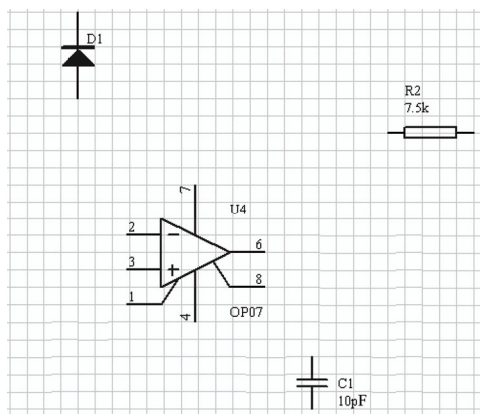

图 2-58 水平平铺的元器件
4) 选择“Distribute Horizontally”命令后, 4 个元器件的对齐结果如图 2-58 所示。可以看到, 4 个元器件沿水平方向平铺, 即水平方向间距相等。